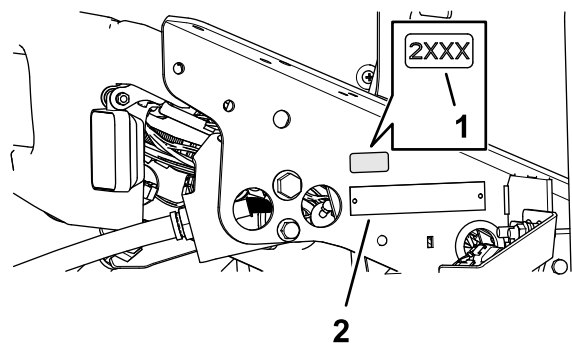

Рисунок 36
1. Очистите поверхность в зоне кронштейна пола рядом с табличкой с серийным номером протирающим спиртом и чистой ветошью и дайте кронштейну высохнуть (Рисунок 36).